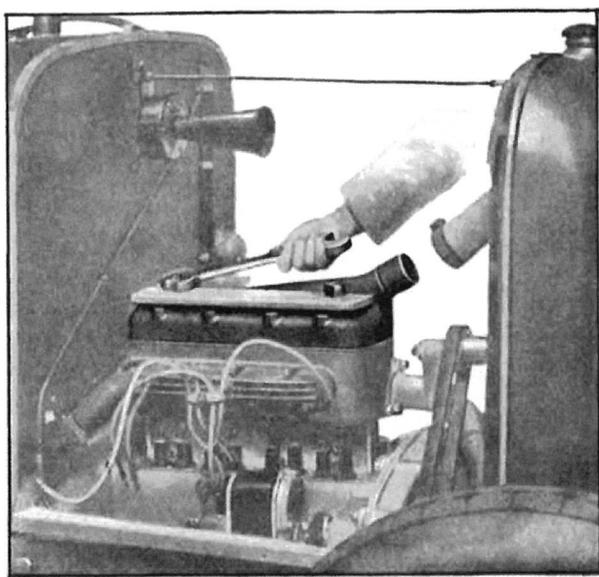

Fig. 35. — Décollement de la culasse à l'aide du démonte-culasse.
- 6—Enlever la culasse après l'avoir décollée avec le démonte-culasse qui se fixe sur deux goujons vissés à la place des bougies extrêmes; on obtient le décollement en serrant la plaque de tôle avec les deux écrous spéciaux (fig. 35.)